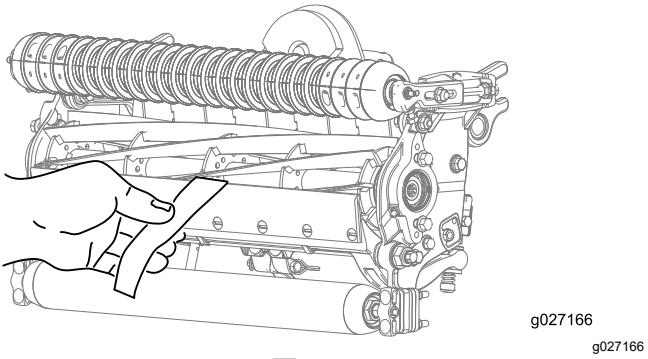

図8
- リールと下刃の間に、下刃に対して垂直になるように、カッティングパフォーマンスペーパー (Toro部品番号125-5610) の長いストリップを挿入し(図8)、次にリールをゆっくりと前方に回転させる。紙が切れるはずです。切れない場合は、切れるまで手順AとBを繰り返す。